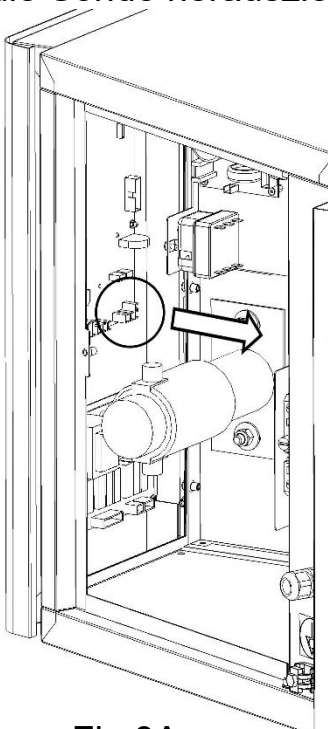

Fig.9A
3. Die elektrischen Anschlüsse an der Basiskarte (Abb. 9A) trennen.